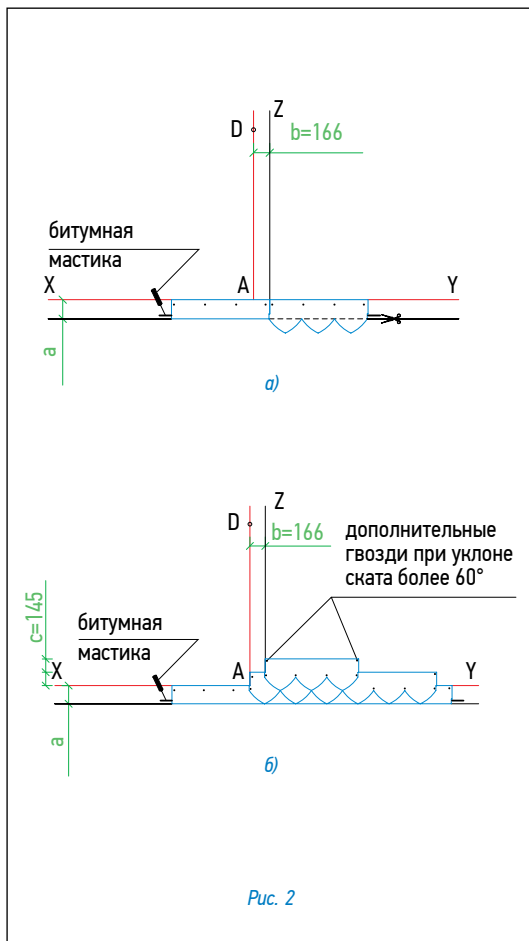

Рис. 2
Укладка материала (рис. 2)
- Начальный ряд формируется из специальной коньково-карнизной черепицы, либо из листов черепицы обрезанных по линии образованной конечными точками вырезов. Элементы начального ряда укладываются по линии карниза в обе стороны от линии Z (рис. 2а) и фиксируются по нижнему краю битумной мастикой, а по верхней кромке 4 гвоздями (ось гвоздей на 5 см ниже верхнего края полосы);
- далее первый ряд черепицы укладывается от линии AD (рис. 2б);
- второй ряд укладывается от линии Z (со смещением 16,6 см от AD) (рис. 2б);
Каждый лист гибкой черепицы крепится 4 гвоздями в штатных местах таким образом, чтобы гвоздь прошивал и верхний край низлежащего листа черепицы (рис. 2б).